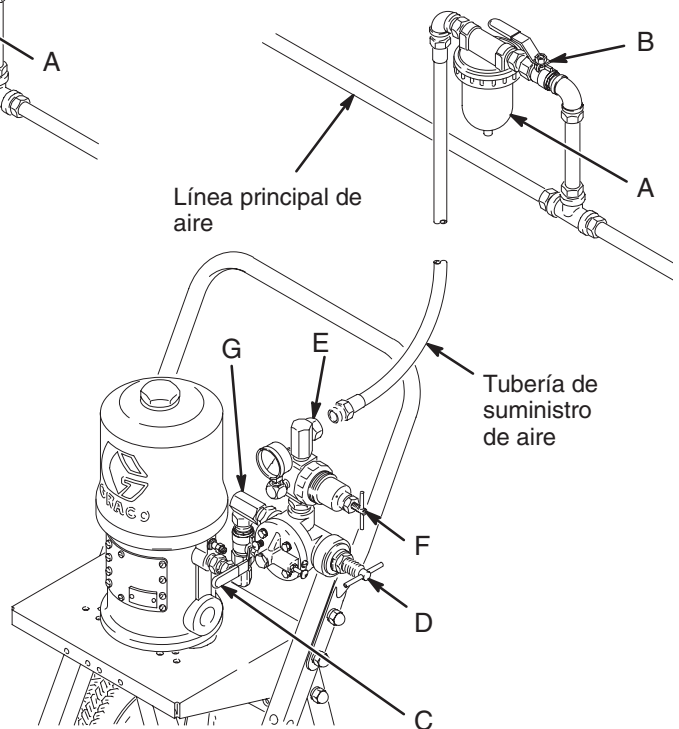
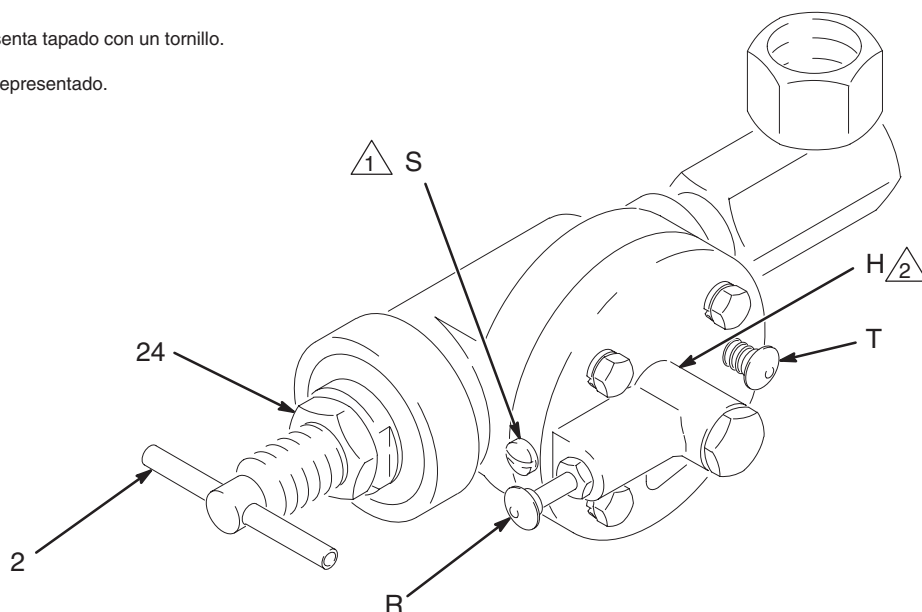

Fig. 1
Fig. 2
Los números y las letras de referencia que aparecen en el texto se refieren a las Fig. 1 y 2 y al diagrama de las piezas de la página 10.
El detalle A de la Fig. 1 muestra la válvula limitadora (D) utilizada con el motor de aire Bulldog® montado sobre carro. El montaje en un motor con soporte mural se realiza de la misma manera. Para evitar que la válvula se dispare accidentalmente debido a la inversión del motor neumático, monte el regulador de aire (F) entre el motor neumático y la válvula limitadora. Utilice el adaptador giratorio de 90° (G, suministrado) para conectar la salida de la válvula limitadora a la entrada del regulador de aire.
Los detalles B y C de la Fig. 1 muestran la válvula limitadora (D) que se utiliza con los motores neumáticos President®, montados en soporte mural o en carro. Cuando se utiliza con caudales de aire bajos, tal como es el caso de los motores President, la válvula limitadora funciona con mayor fiabilidad si se instala entre el regulador de aire (F) y el motor neumático. Utilice el adaptador giratorio de 90° (G, suministrado) para conectar la salida de la válvula limitadora a la línea de aire.
## Puerto de señal (Vea la Fig. 2)
1. Afloje la contratuerca de ajuste (24). Vea la Fig. 2.
2. Compruebe que la manija en T (2) está completamente girada **en sentido contrario a las agujas del reloj**.
4. Abra **lentamente** la válvula principal de cierre (B), el regulador de aire (F) y la válvula neumática principal de purga (C). Vea la Fig. 1.
**NOTA:** Es normal que se escuche un silbido débil procedente de la válvula limitadora ya que, durante el funcionamiento, la válvula ventea una pequeña cantidad de aire por el orificio del vástago (H).
6. Gire la manija en T (2) **en sentido de las agujas del reloj** hasta que la válvula limitadora se dispare. Pulse y mantenga oprimida la válvula de REPOSICIÓN (R); sentirá cierta presión en dicha válvula. Gire la manija (2) **en sentido contrario a las agujas del reloj** (aproximadamente de 1 a 5 vueltas) hasta que la presión en la válvula de REPOSICIÓN se reduzca. Suelte la válvula.
**NOTA:** Realice el paso 6 a baja presión o a una velocidad de ciclo lenta, y después gire la manija en T (2) **en sentido de las agujas del reloj** hasta que sienta que se ejerce cierta presión en la válvula de REPOSICIÓN (R). (Gire aproximadamente la mitad de la distancia del paso 6, en sentido contrario a las agujas del reloj.) Puede que sea necesario realizar este procedimiento varias veces antes de alcanzar el ajuste correcto.
7. Apriete la contratuerca (24).